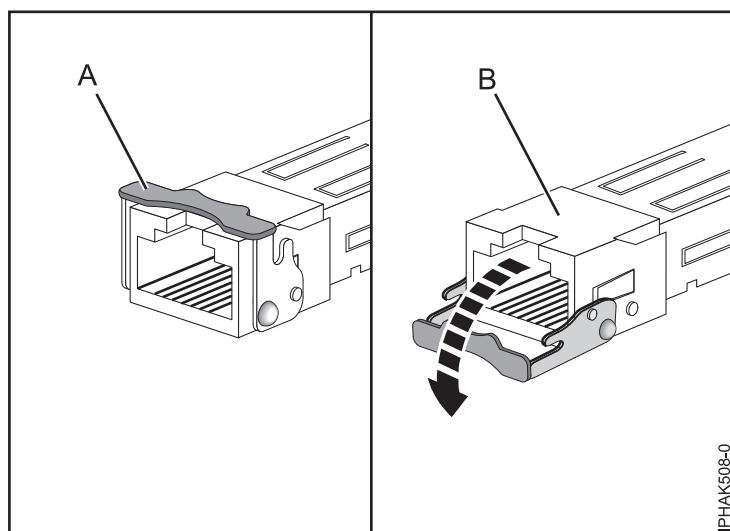

図 30. アダプターからの SFP トランシーバーの取り外し
- b. 53 ページの図 30に示すように、ラッチ (A) をカードから離すように下向きに回転させて開きます。
- c. トランシーバー (B) をアダプター・ハードウェアから引き出します。